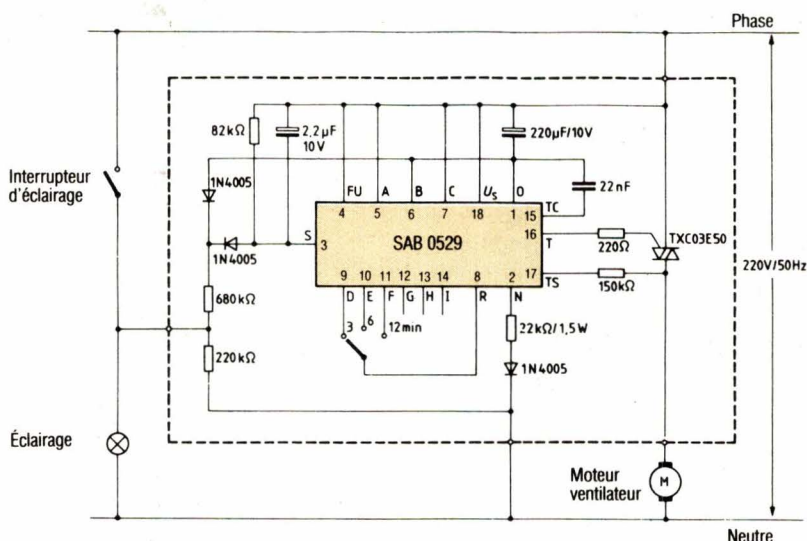

Fig. 1. — Aérateur temporisé sur 3,6 ou 12 minutes.
- Ventilation des salles de bains et WC (voir fig. 1).
La **figure 1** représente une application typique du SAB 0529 : l'interrupteur d'éclairage, lorsqu'il est fermé, provoque l'allumage de la lampe et le démarrage du moteur du ventilateur. En ouvrant l'interrupteur, non seulement la lampe s'éteint, mais le ventilateur continue à fonctionner pour 3, 6 ou 12 minutes encore.